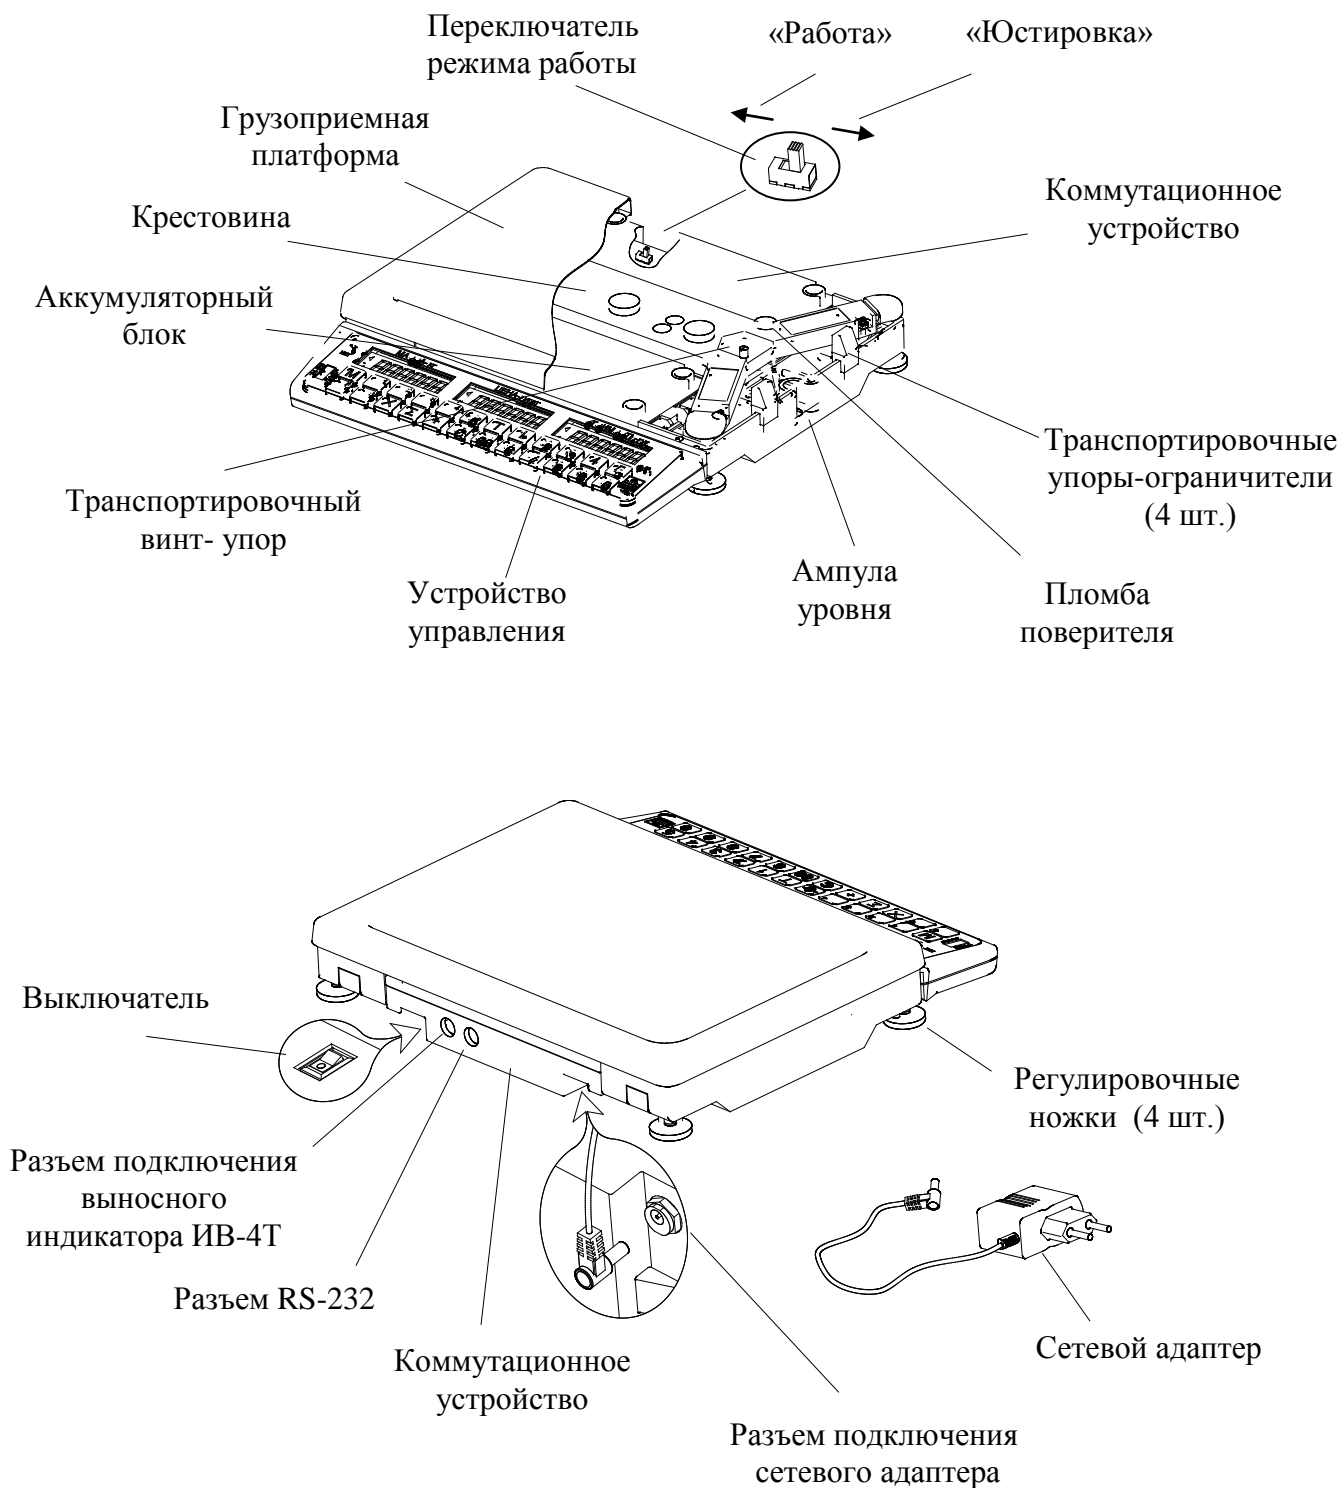

Рис. 5.1- Весы МК_Т21
Конструкция весов представлена на Рис. 5.1.
6.2 Снять грузоприемную платформу с весов и убрать транспортировочные упоры - ограничители (Рис. 5.1).